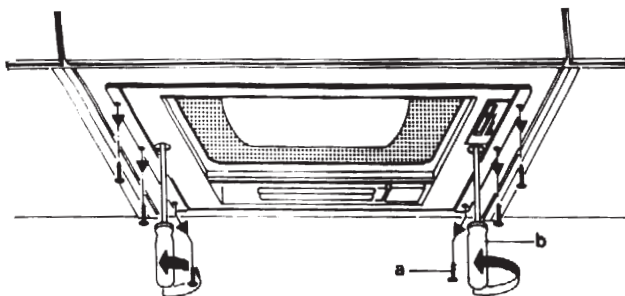

Fig. 9
- Afloje los tornillos de los dos muelles. **Fig 9.**